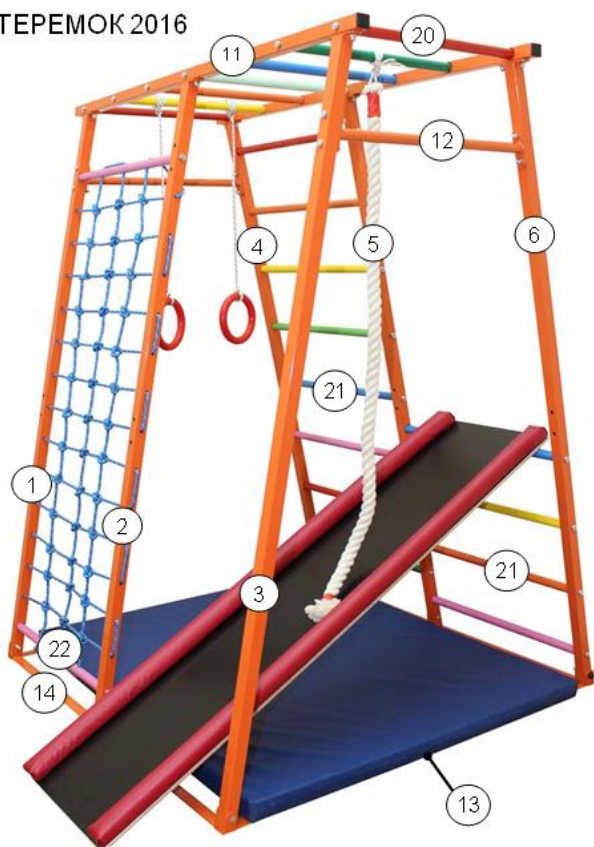

рис.1
Стойки для лесенок (4),(5),(6) разложить на полу в порядке как на (рис.1) и закрепить в них перекладины (21).